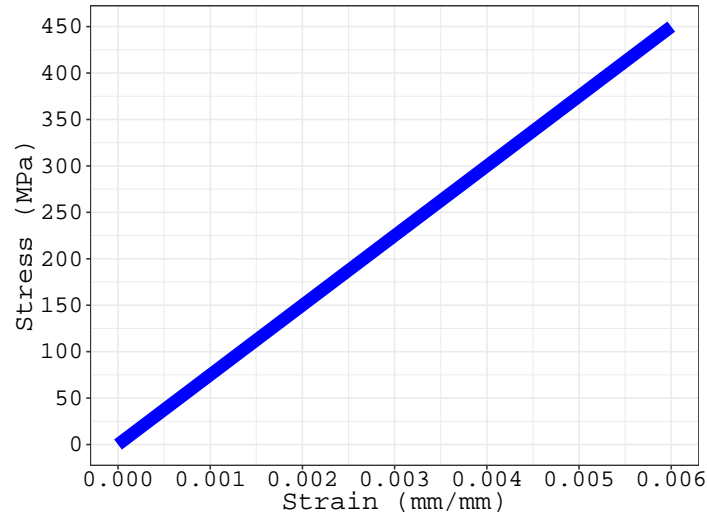

Figura 2: Diagrama stress-strain. Zona elástica da liga de alumínio $E = 75 \text{ GPa}$ (Hibbeler, 2011).
A Figura 2 mostra a região elástica do diagrama stress-strain referente a uma liga de alumínio utilizada principalmente em aplicações aeroespaciais e de defesa (Pujari Srinivasa Rao, 2017). O módulo de elasticidade é igual a 75 GPa (Hibbeler, 2011). Como se vê, o stress $\sigma = 450$ MPa causa o strain $\epsilon = 0,006$ mm/mm: quer dizer, causa alteração de 0,006 mm, a cada 1 mm de liga sem stress, segundo a definição (2).